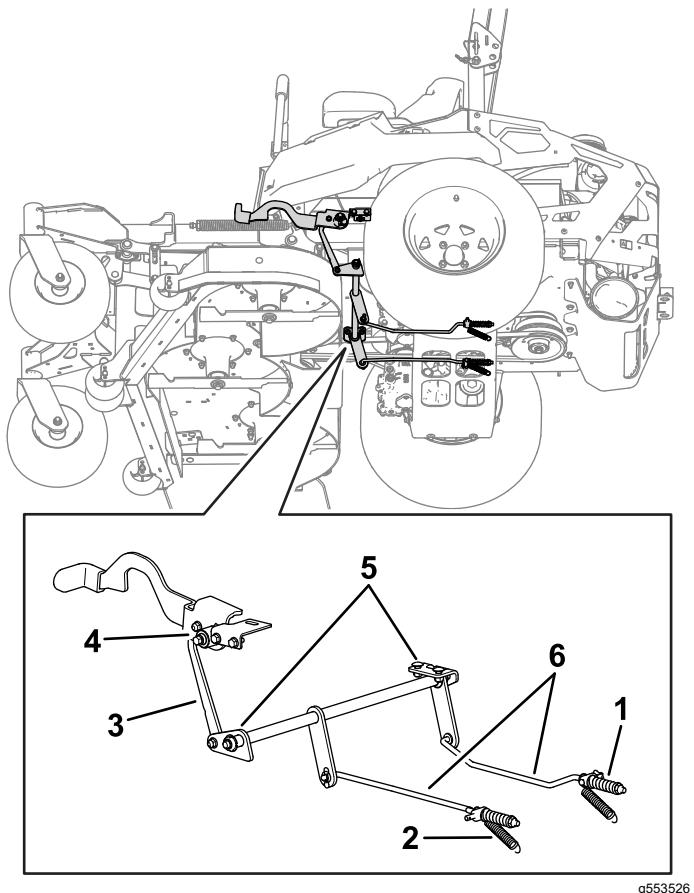

Figure 63
7. Si un réglage est nécessaire, desserrez le frein de stationnement : Vérifiez l'usure de tous les composants de la timonerie du frein de stationnement. Remplacez tout composant usé (Figure 63) et répétez l'opération 6.